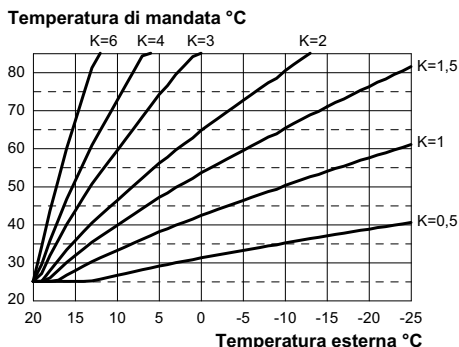

Figura 5.43
Se alla caldaia **È COLLEGATO** il comando remoto (opzionale) riferirsi alla Figura 5.43. In questo caso il settaggio del coefficiente K deve essere fatto da remoto.
Quando si installa la sonda esterna bisogna impostare questo parametro in base al rendimento dell'impianto di riscaldamento per ottimizzare la temperatura di mandata (Figura 5.43).
Es. Per avere una temperatura di mandata all'impianto di riscaldamento di 60°C con una esterna di -5°C si deve settare un K di 1,5 (linea tratteggiata in Figura 5.43).
- Utilizzando i tasti 17o 18è possibile modificare il valore del parametro 15 da un minimo di **01** ad un massimo di **60** in base alla curva scelta del coefficiente K in Figura 5.43 (il valore letto sul display corrisponde a valori decimali di coefficienti K).